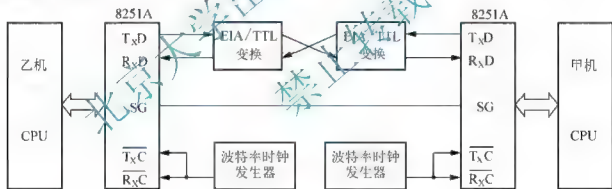

图 7.62 双机串行通信接口
(1) 硬件连接根据以上分析把两台微机都当作 DTE, 它们之间只需 T_xD 、 R_xD 、SG 三根线连接就能通信。采用 8251A 作为接口的芯片再配置少量附加电路, 如波特率时钟发生器、RS-232C 与 TTL 电平转换电路, 地址译码电路等就可构成一个串行通信接口, 如图 7.62 所示。